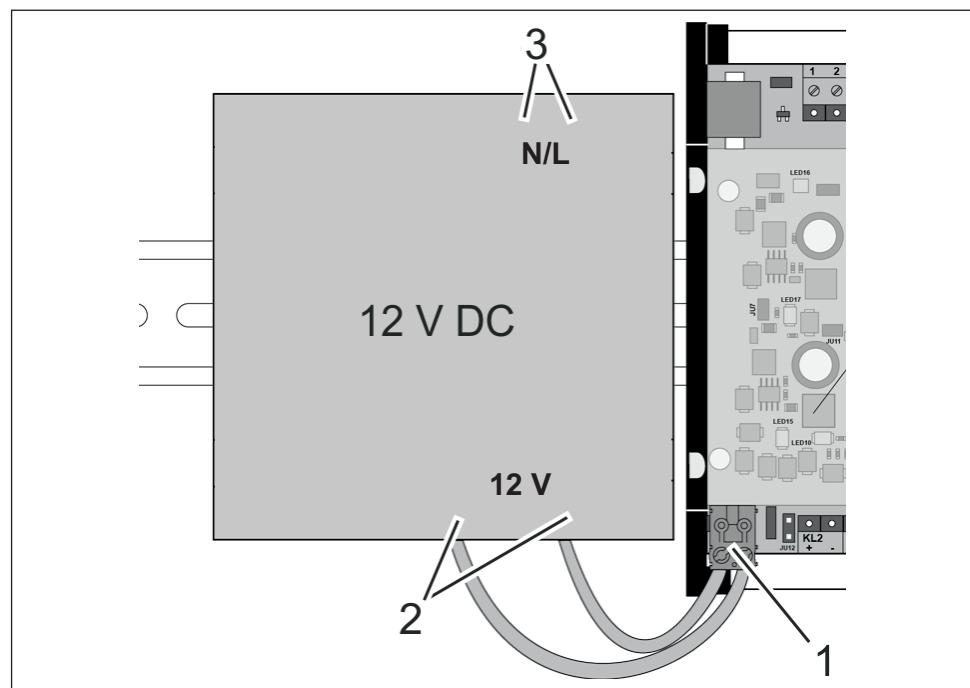

Fig. 11: Connexion entre le bloc d'alimentation (à titre d'exemple) et le système de contrôle
4. Relier l'attache 1 du système de contrôle (Fig. 11/1) à la sortie de tension 12 V du bloc d'alimentation(Fig. 11/2).
5. Brancher l'entrée de tension secteur du bloc d'alimentation (Fig. 11/3) à l'alimentation électrique sur site.